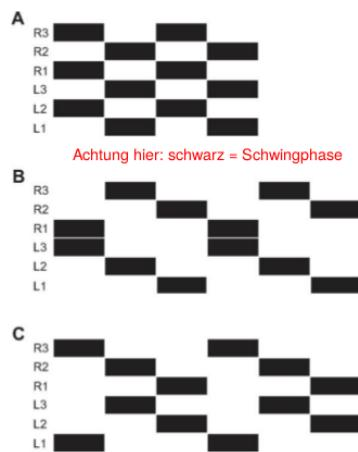

Abbildung 63: Gangarten 6-beiniger Insekten
- Schnellstes statisch stabiles Laufmuster: Tripod (abwechselnd 3 Beine auf Boden, zu jedem Zeitpunkt statisch stabil), siehe Abbildung 63 A
- Weitere typische Laufmuster: Tetrapod, Pentapod (4 bzw. 5 Beine auf dem Boden, zu jedem Zeitpunkt statisch stabil), siehe Abbildung 63 B
- Cruse-Regel basiertes Laufmuster (Mix aus den obigen), siehe Abbildung 63 Mischung aus A und B
- Free-Gait – „Freies Laufmuster“: große Flexibilität, besonders für schwieriges Terrain gut geeignet, siehe Abbildung 63 C